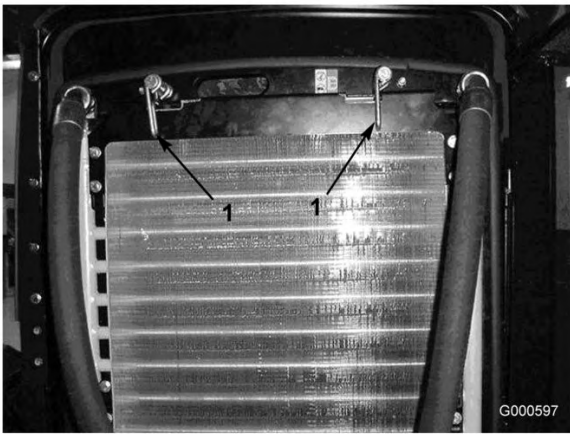

Figura 52
2. Girate i fermi (Figura 52) che fissano il radiatore dell'olio al telaio.